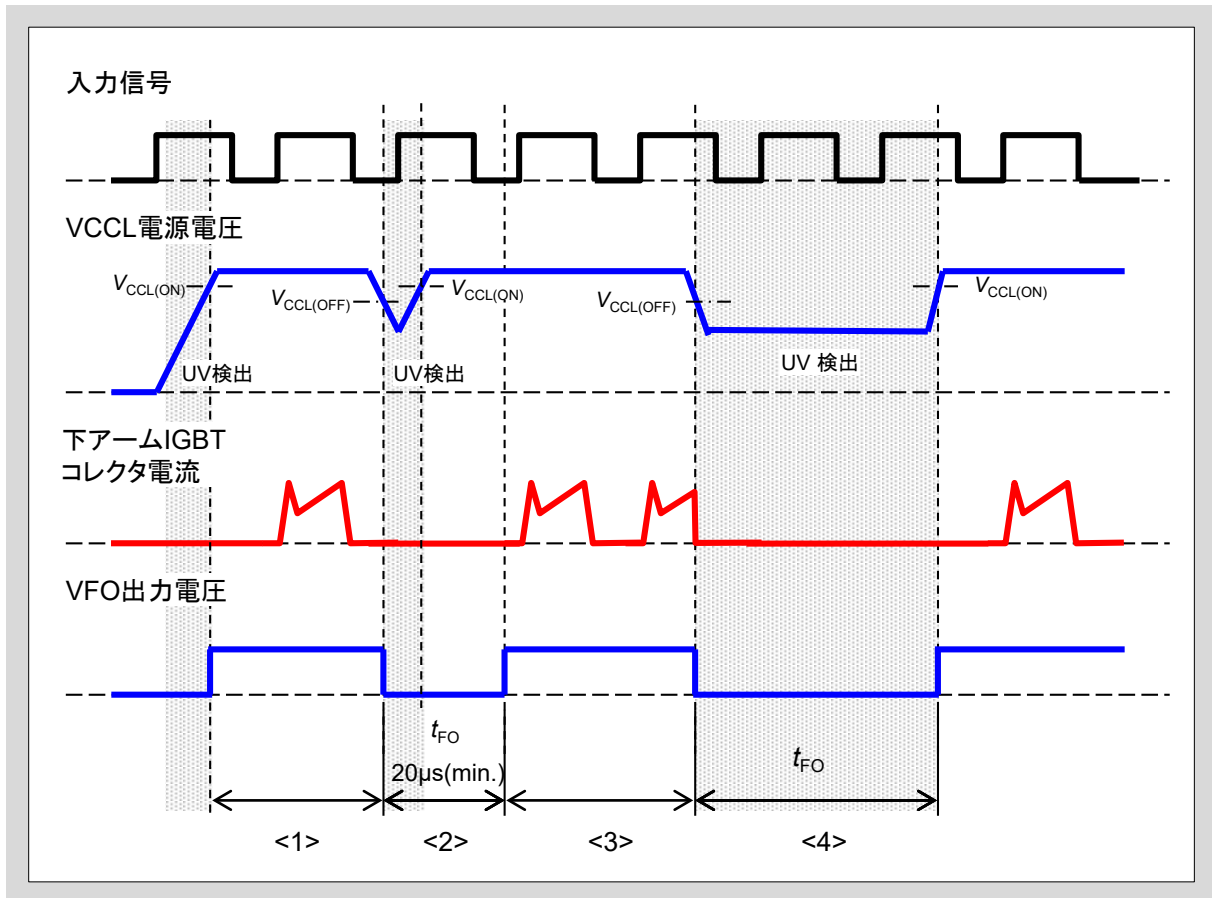
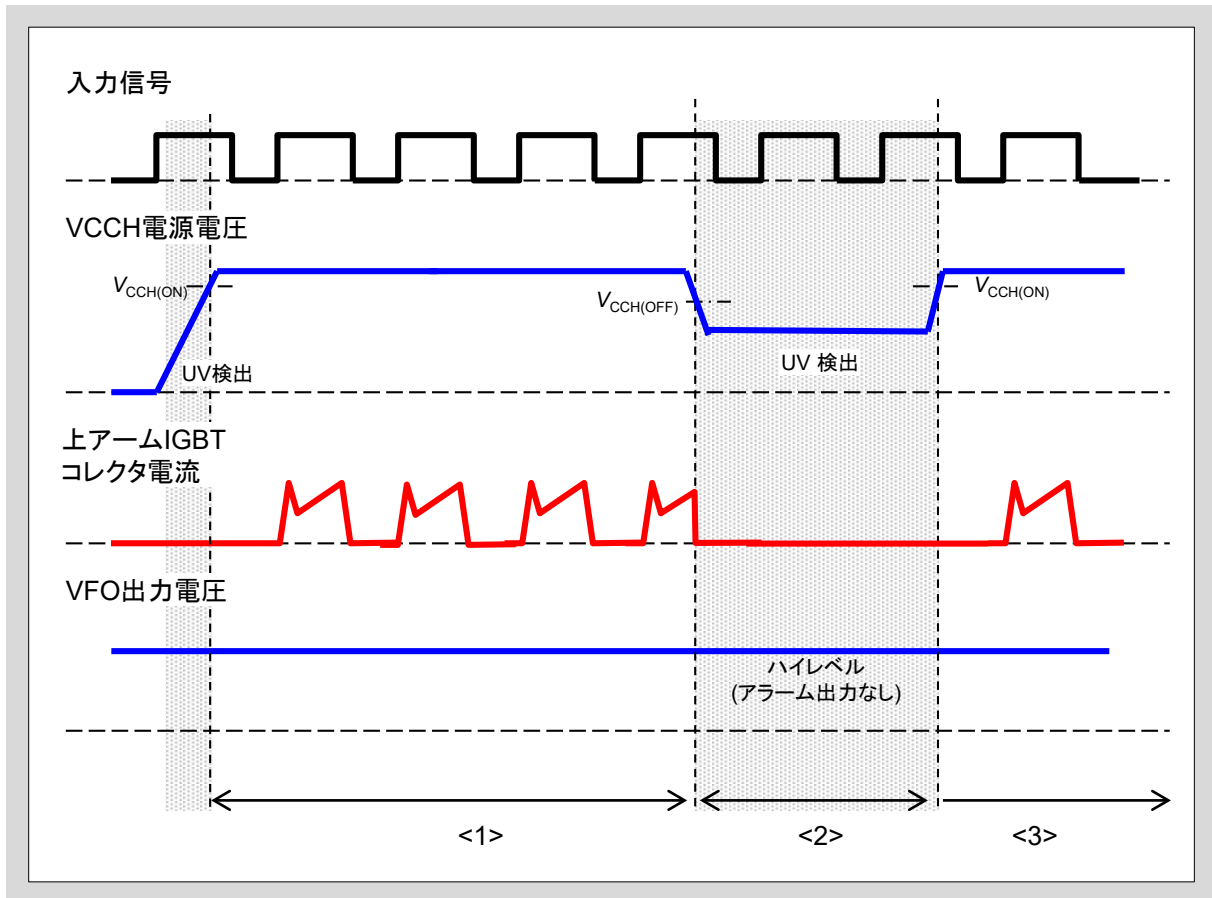

図3-2 V_{CCL} 低入力電圧保護動作シーケンス (ローサイド)
図3-3 V_{CCH} 低入力電圧保護動作シーケンス (ハイサイド)
- 図3-2と図3-3に V_{CCH} と V_{CCL} の低入力電圧(UV)保護動作のシーケンスを示します。